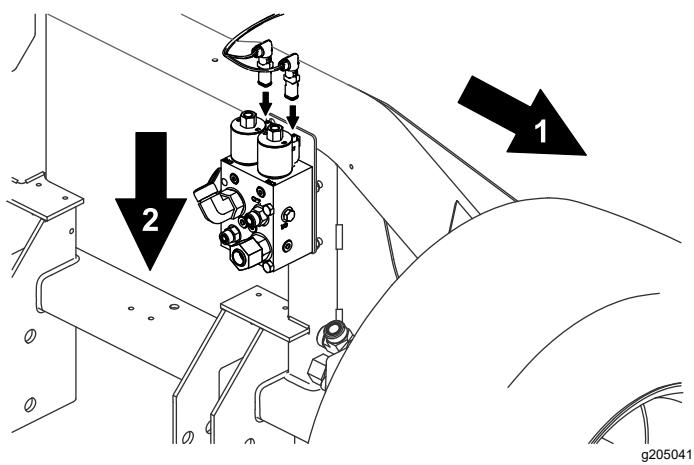

Рисунок 26
- Проложите остальные свободные концы жгута проводов вниз вокруг нижней рамы и подсоедините их к 2 катушкам на коллекторе делителя потока непосредственно в нише правого переднего колеса (Рисунок 26).